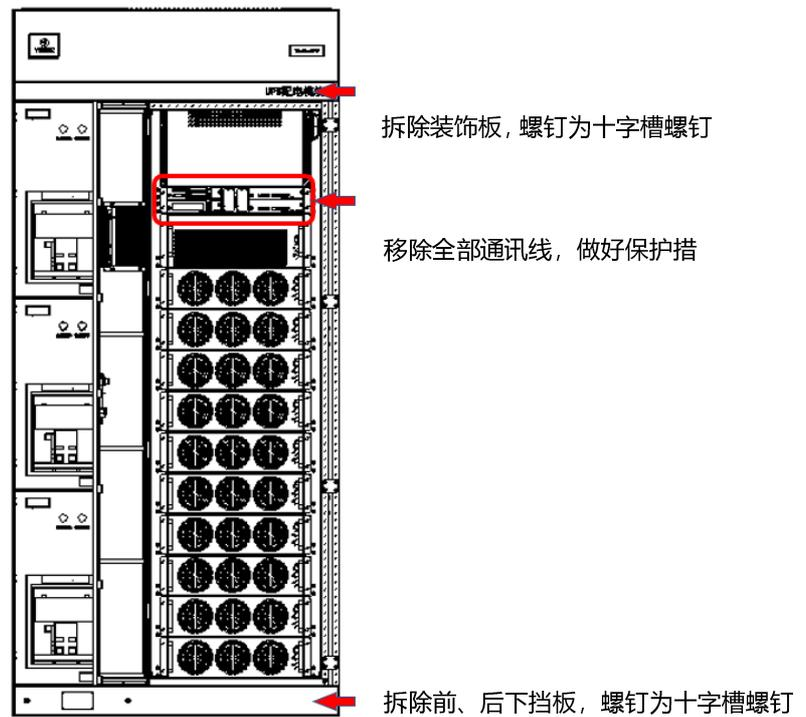

图3-14 功拆除前下、后下挡板及前上装饰板
6. 拆除前下、后下挡板, 以及前上装饰板, 详见图 3-14 所示。